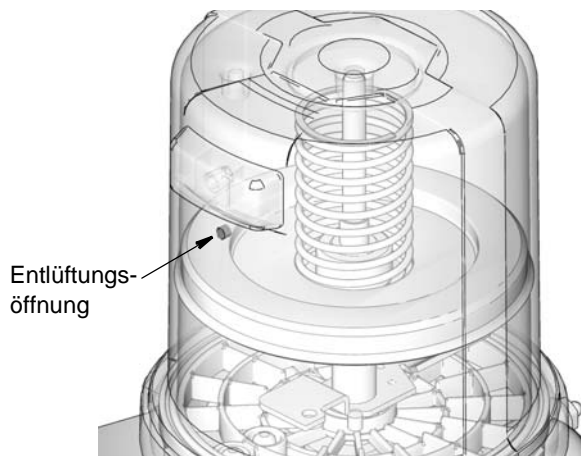

ABB. 15
3. Befüllen Sie den Schmiermittelbehälter mit Schmiermittel, bis die Dichtung der Druckfolgeplatte die Entlüftungsöffnung erreicht (ABB. 15) und der Großteil der Luft aus dem Schmiermittelbehälter verdrängt worden ist.